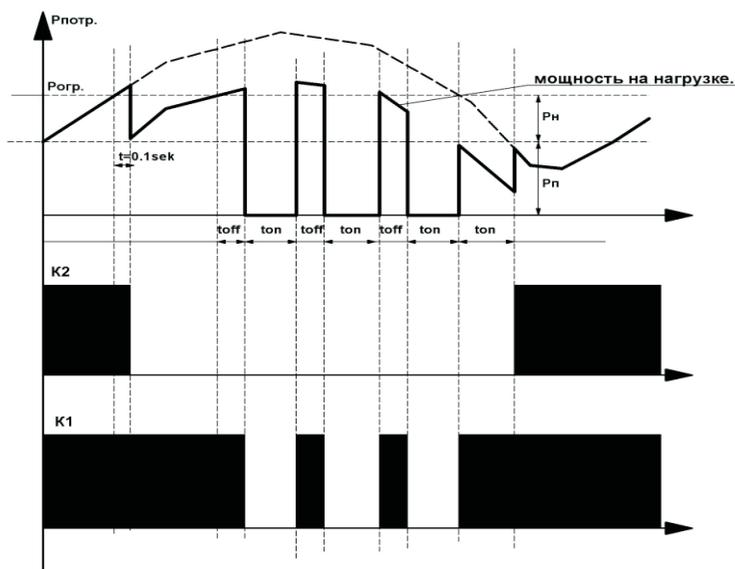

Рис.1 Диаграмма работы ОМ-630 с приоритетной нагрузкой
5.2 Режим работы с приоритетной нагрузкой. Нагрузка разбивается на две части, приоритетную R_p , отключать которую нежелательно и не приоритетную R_n . При перегрузке отключается R_n без временной задержки. Если перегрузки нет, R_n отключена, R_p подключена. Если перегрузка продолжается, R_p отключается в соответствии с установленным временем T_{off} . При снижении потребляемой мощности R_p подключается через время T_{on} , затем через это же время подключается и нагрузка R_n . Диаграмма работы на Рис.1, схема включения на Рис.2. Преимущества режима: нет полного отключения от сети питания, сум-